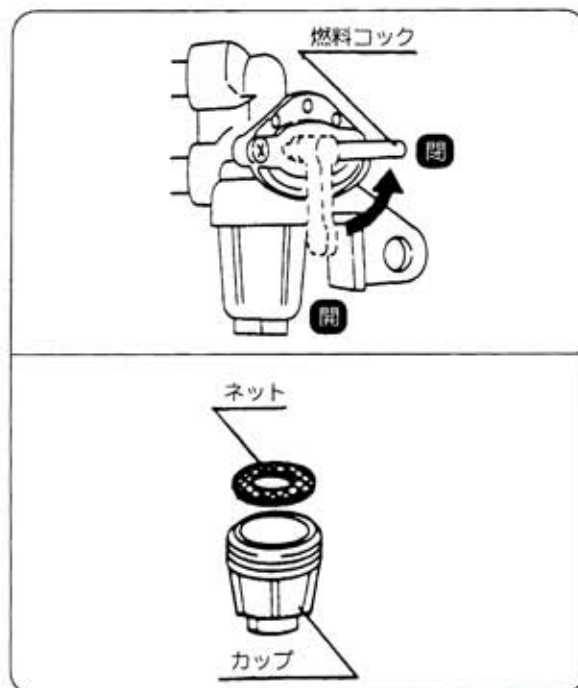

図43
■フィルターポットとフィルターエレメントの清掃と交換(図43)